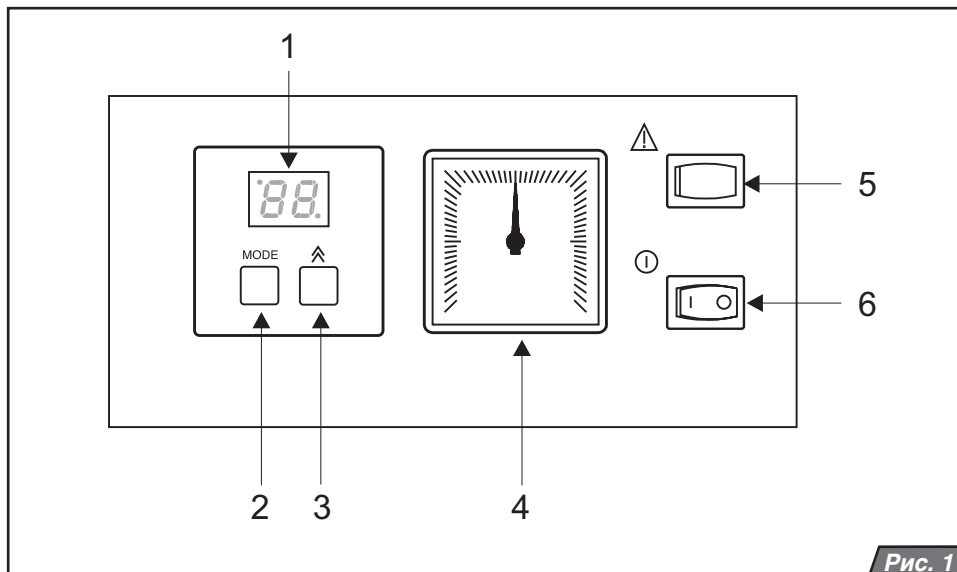

Рис. 1
Головний вимикач (рис. 1, поз. 6) призначений для включення і виключення котла. Його розміщено в правій частині панелі управління.
Опис елементів управління (рис. 1):
Тиск ОВ в котлі показує манометр (рис.1, поз.4).
У випадку, якщо до котла не приєднаний датчик температури ємкісного водонагрівача, натисніть кнопку MODE 1 раз (рис.1, поз.2). Якщо датчик підключений, натисніть кнопку MODE 2 рази. Котел перейде в режим установки температури ОВ. Залишається горіти тільки світлодіод в лівому верхньому куті дисплея. За допомогою кнопки  для установки температури виберіть бажану температуру ОВ в системі. Послідовність установки значень ОВ: --, 45, 50, 55, 60, 65, 70, 75, 80, 85 °C. При виборі параметру „--” нагрів ОВ неактивований. У випадку підключення ємкісного водонагрівача котел буде нагрівати тільки воду в нагрівачі - встановлюється так званий „літній режим”. Натисканням кнопки MODE вибране значення температури збережеться в пам'яті процесора плати управління котла.
У випадку, якщо до котла не приєднаний датчик температури ємкісного водонагрівача, натисніть кнопку MODE 1 раз (рис.1, поз.2).
ПОЛУМ'Я. Таке блокування може виникати у тих випадках, коли, газовий клапан відкритий, а автоматика розпалу не отримує зворотній сигнал про наявність полум'я від іонізаційного електроду. Котел відключиться, і на дисплеї засвітиться F1. Ця несправність також може бути викликана спрацюванням датчиків безпеки - аварійного термостата і термостата продуктів згорання. Низький тиск газу на вході котла (менше 8 мм.вод. ст.), неправильне електричне з'єднання (невитримана полярність підключення фази і нуля) також можуть бути причиною втрати полум'я. Для розблокування несправності натисніть кнопку RESET (рис.1, поз.5). Якщо за допомогою кнопки RESET несправність усунути не вдається, зверніться в сервісну організацію.
Переведіть головний вимикач (рис. 1, поз. 6) в положення (I). Котел вмикається і починає нагрівати воду в водонагрівачі (якщо останній підключений до котла). Після нагріву ГВП котел перейде в режим опалення (за умови, що температура води в системі ОВ нижче заданої). У випадку захисного відключення котла на панелі управління засвітиться повідомлення про
несправність (див. „Повідомлення про помилки“ стор.8). За допомогою кнопки RESET (рис. 1, поз. 6) розблокуйте котел. Якщо захисне відключення повториться, або неможливо здійснити розблокування котла, зверніться в сервісну організацію.